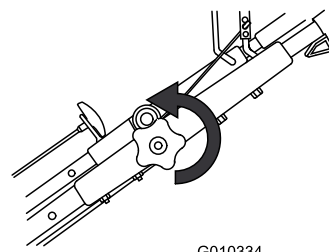

Figure 15
1. Desserrez le bouton de la partie supérieure du guidon (Figure 15).